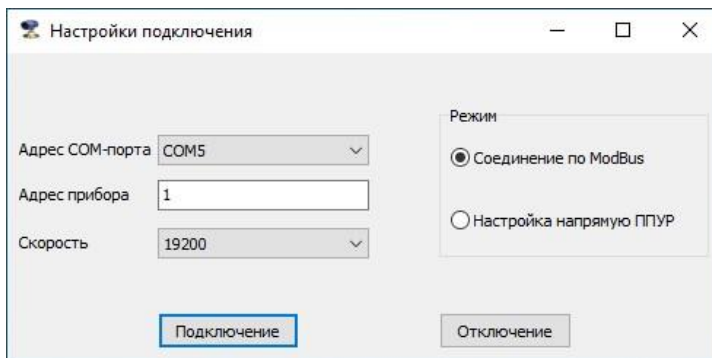

Рис.14 - Настройки подключения.
7.1.2 Запустить на ПК программу «Монитор Взлет РУ». Появится окно «**Настройки подключения**» (рис.14), в котором необходимо установить:
В этом случае следует нажать кнопку «Отключение» (закреть канал связи) в окне «Настройки подключения» (рис.14), проверить электрические подключения к ПК и уровнемеру, а также корректность значений параметров связи. Особое внимание обратить на параметры: **Адрес СОМ-порта, Адрес прибора, Скорость.**